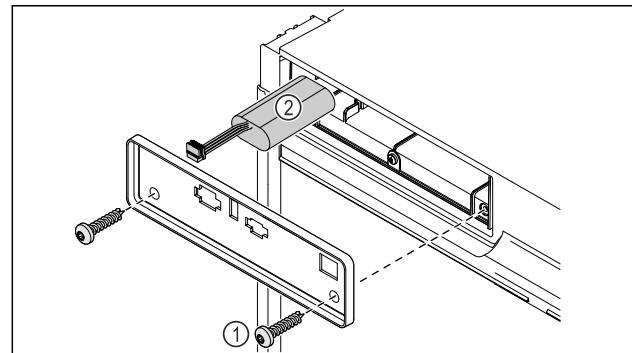

Fig. 189
- Ξεβιδώστε τις βίδες και αφαιρέστε το κάλυμμα στην πίσω πλευρά της συσκευής Fig. 189 (1).
- Αποσυνδέστε και τραβήξτε έξω την μπαταρία Fig. 189 (2).